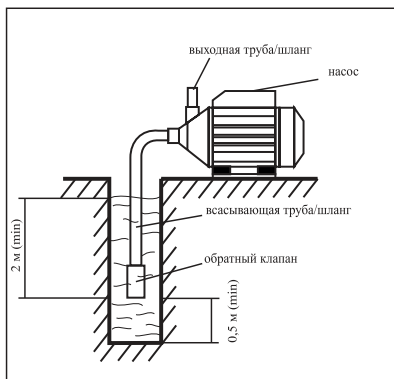

рис. 2
- всасывающую трубу (шланг) присоединить к входному патрубку и погрузить в воду, как указано на рис.2;
Для оптимального функционирования насоса рекомендуется устанавливать на всасывающую трубу обратный клапан, как указано на рис.2.